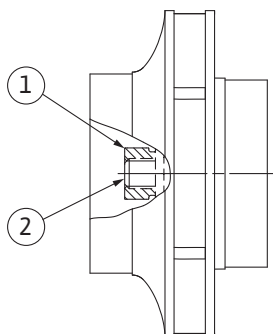

Fig. 107: Skovlmutterens korrekte posisjon etter montering
8. Hold fast akselen med skiftenøkkel, og stram skovlmutteren med det foreskrevne tiltrekningsmomentet (se tabellen «Tiltrekningsmomenter» [► 26]). Mutteren (Fig. 107, pos. 1) må flukte med akselenden (Fig. 107, pos. 2) med $\pm 0,5$ mm. Hvis så ikke er tilfelle, må mutteren løsnes og arbeidstrinn 4 – 8 foretas på nytt.